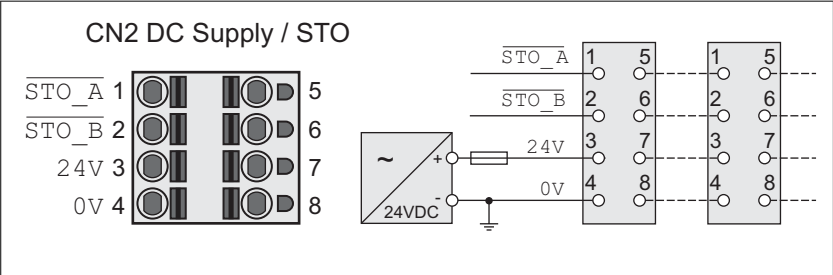

图 28：控制系统电源接线图
- CN2 接头、针脚 3 和 7 以及 CN2、针脚 4 和 8（见图 28）可作为 24V/0V 接头而用于其它的用电器。 ¹ 注意最大允许端子电流（“接线端子 CN2 的特性”）。